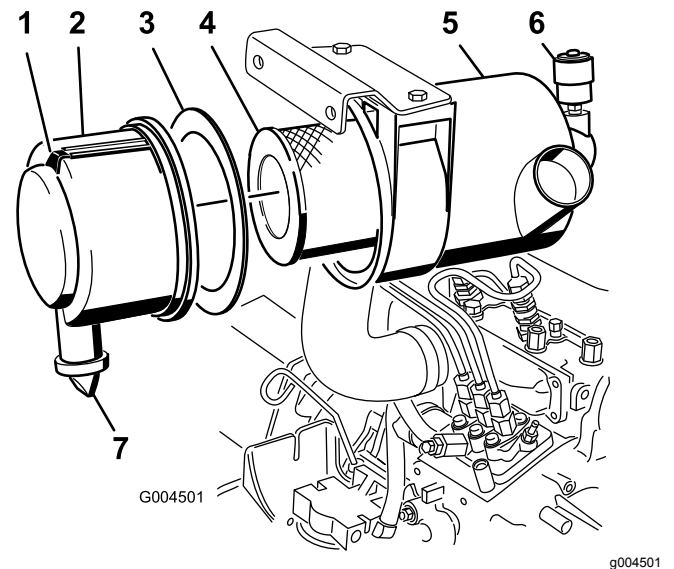

Figure 49
2. Faites l'entretien du filtre à air quand l'indicateur de colmatage (Figure 49) est rouge ou toutes les 400 heures (plus fréquemment si vous travaillez dans une atmosphère extrêmement poussiéreuse ou sale). N'effectuez pas l'entretien du filtre à air trop souvent.
1. Tirez le verrou vers l'extérieur et tournez le couvercle du filtre à air dans le sens antihoraire (Figure 49).
2. Déposez le couvercle du corps du filtre à air (Figure 49).
4. Déposez et remplacez le préfiltre (Figure 49).
6. Vérifiez que le joint en mousse est en place dans le couvercle et qu'il n'est pas déchiré ou endommagé (Figure 49).
- A. Retirez la valve de sortie en caoutchouc du couvercle (Figure 49).
10. Réarmez l'indicateur de colmatage (Figure 49) s'il est rouge.